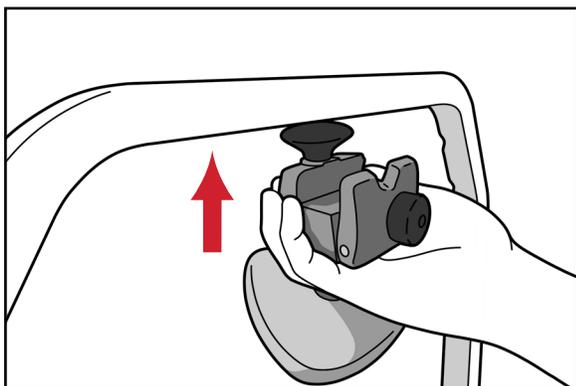

Рис. 3
1. Открутите ручку блокировки и отклоните назад переднюю пластину компрессионного зажима, чтобы установить его на мост. (Рис. 3)